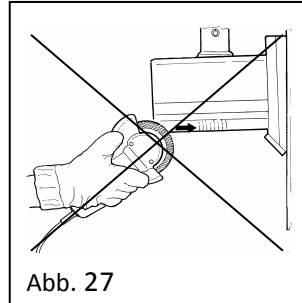
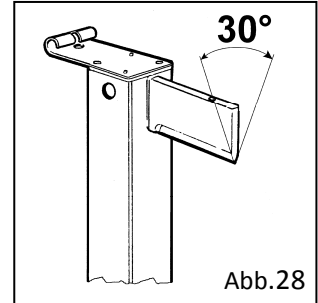

Abb. 27
Abb.28
**Es dürfen auf keinen Fall mit Werkzeugen (Abb. 27) (z.B. tragbares Schleifgerät) die schneidkante und externer Radius des feststehenden Spaltmessers 30° verändert werden. (Abb. 28).**